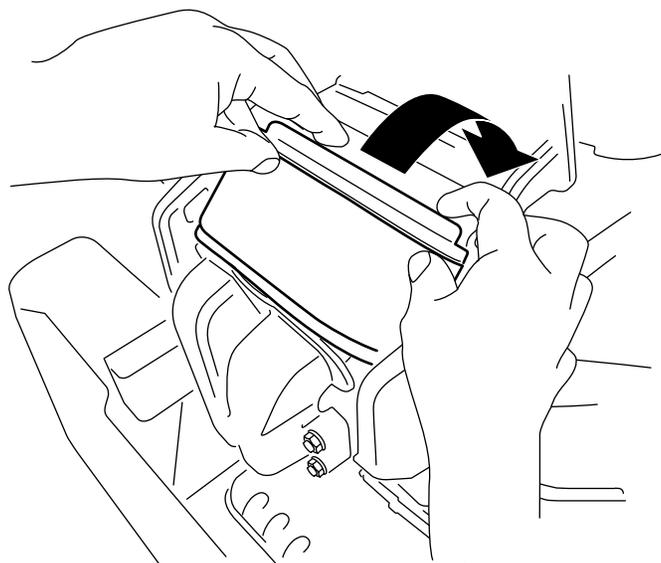

図 36
3. フィルタを下にねじ込むようにしてマニホルドに密着するように取り付ける 図 36。